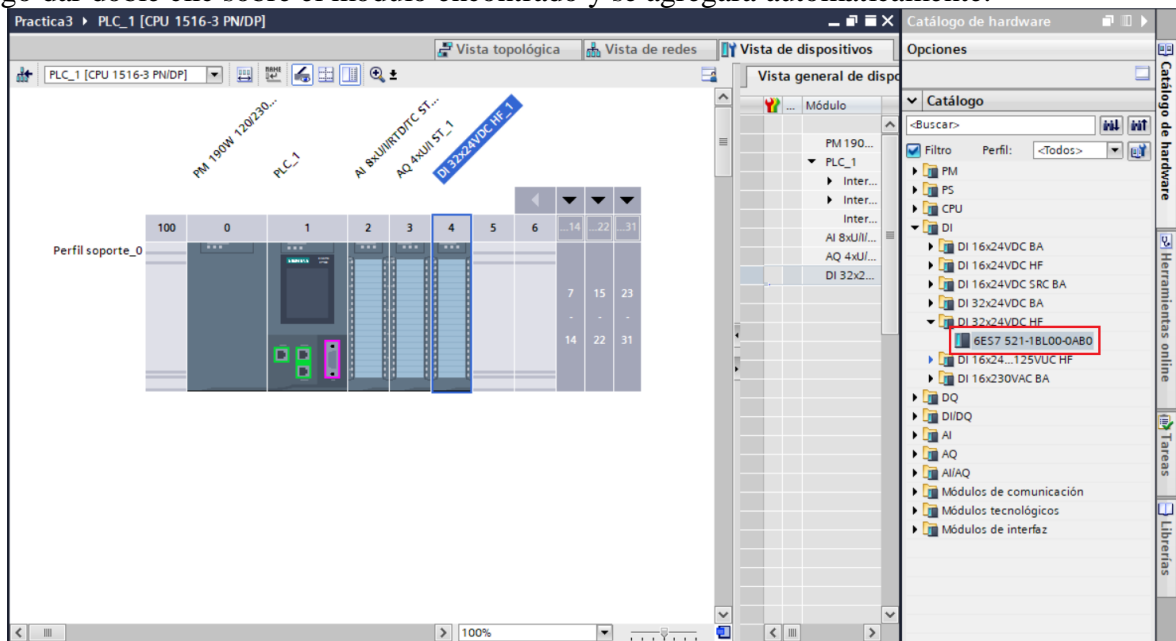

Figura 13: Agregar Módulo de entradas digitales.
- Ubicar el módulo de entradas digitales dando clic sobre **“DI” / “DI 32x24VDC HF” / “6ES7 521-1BL00-0AB0”**, seleccionar la versión **“V2.1”** (ver Figura 13).